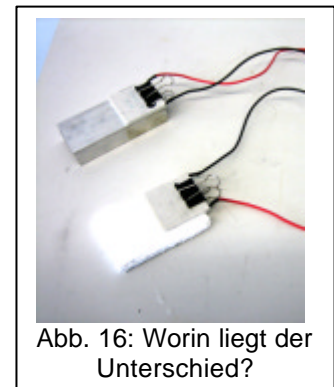

Abb. 16: Worin liegt der Unterschied?
**Versuchsaufbau:** Abbildung 16, mit zusätzlicher Styroporplatte und einem Netzgerät.